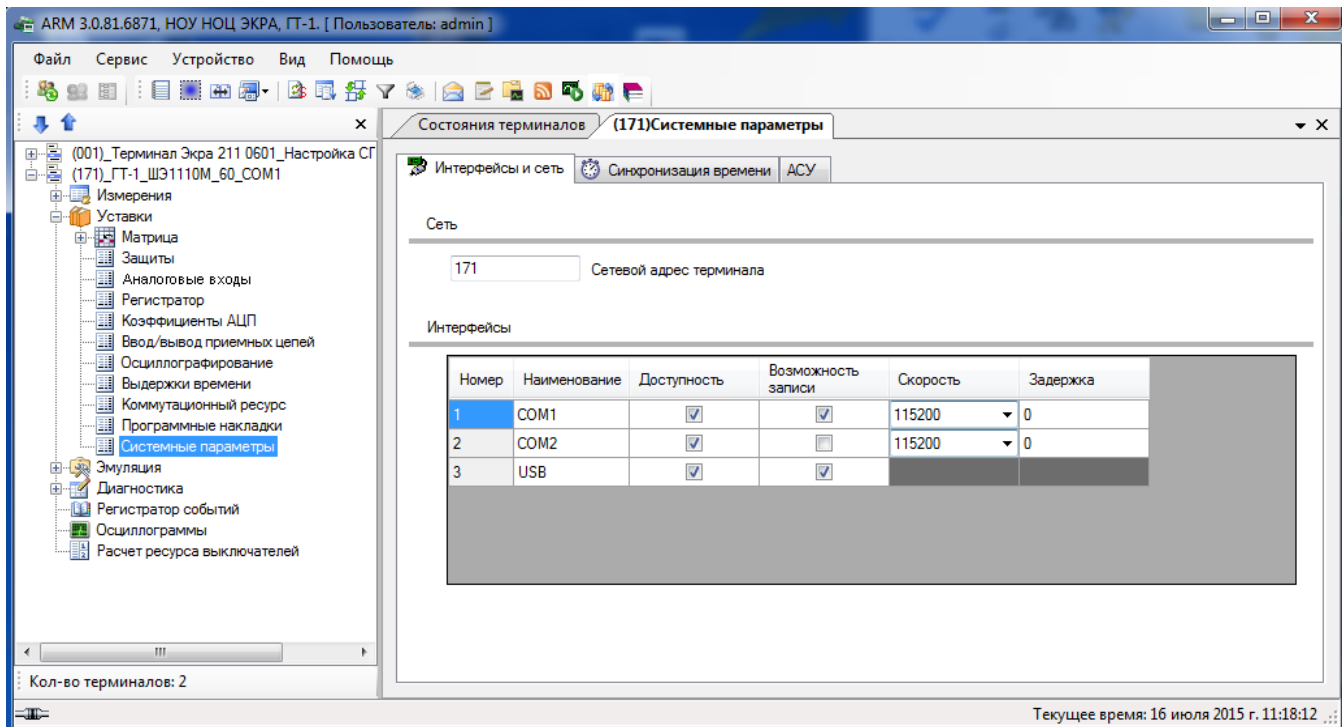

Рисунок 5.70
Окно **Системные параметры**, пункт меню «дерева» терминала **Уставки** → **Системные параметры** (см. рисунок 5.70), предназначено для настройки параметров связи и синхронизации.
5.7.10.1.1 Вкладка **Интерфейсы и сеть** (см. рисунок 5.70)